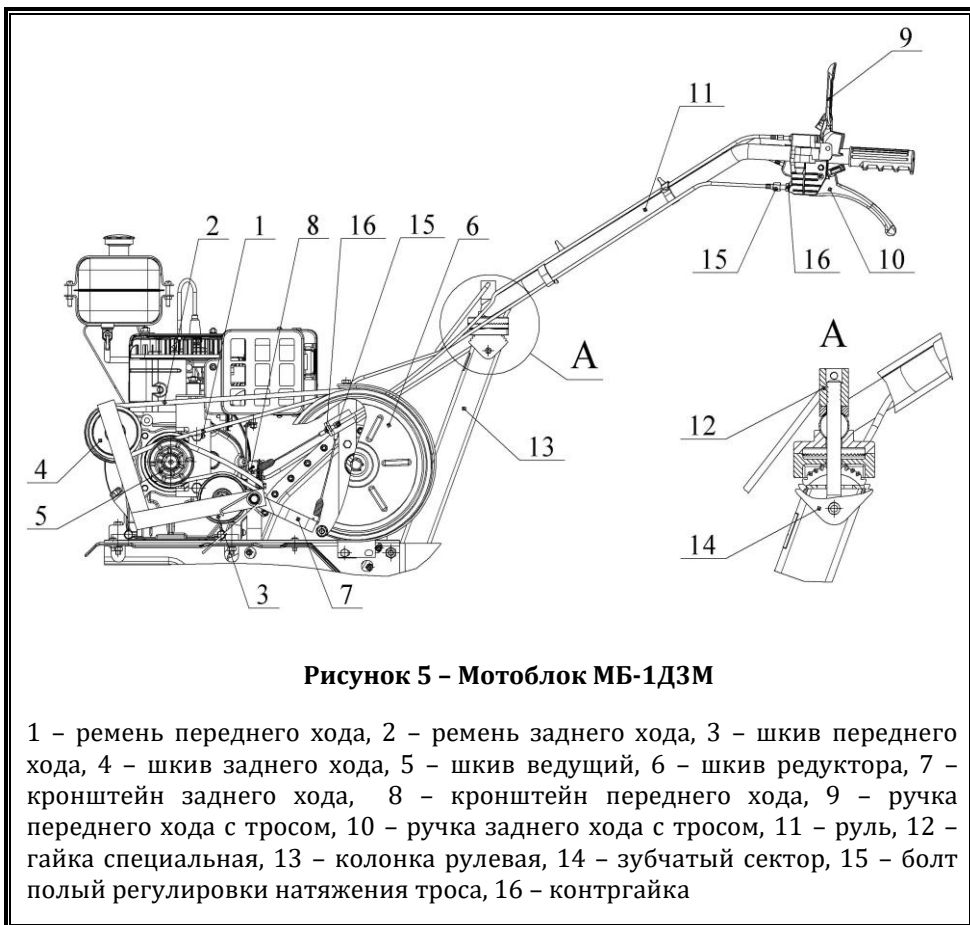

Рисунок 5 – Мотоблок МБ-1Д3М
5.3.2 На мотоблоках МБ-1Д2(3)М (рисунок 5) и их модификациях сцепление состоит из: ремня переднего хода 1, ремня заднего хода 2, шкива переднего хода 3, шкива заднего хода 4, ведущего шкива 5, шкива редуктора 6, ручки переднего хода с тросом 9, ручки заднего хода с тросом 10.
5.4.1.2 На мотоблоке МБ-1Д3М и его модификациях руль 11 (рисунок 5) представляет собой круглую гнутую трубу с зубчатым сектором, приваренным посередине нижней части руля, распоркой посередине и рычагами управления по концам. Руль через промежуточное звено зубчатым сектором садится на зубчатый сектор рулевой колонки и стягивается специальной гайкой с ручкой 12.
5.4.2.2 На мотоблоке МБ-1Д3М и его модификациях, в отличие от мотоблоков МБ-1Д1(2)М, в колонке рулевой 13 (рисунок 5) к верхней части трубы для крепления руля приварен зубчатый сектор 14.
6.1.4.1 Ослабьте гайку специальную 12 (рисунок 5), разверните руль в рабочее положение, отрегулируйте под свой рост и зафиксируйте его с помощью гайки 12.